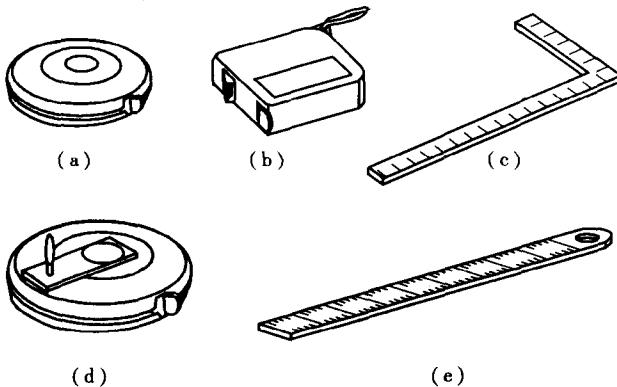

图 1-1 常用量具
(1) 常用量具有直尺、卷尺和弯尺(见图 1-1)。
2) 钢卷尺长度分为 1m、2m、3m、5m 等规格。图 1-1 (d)